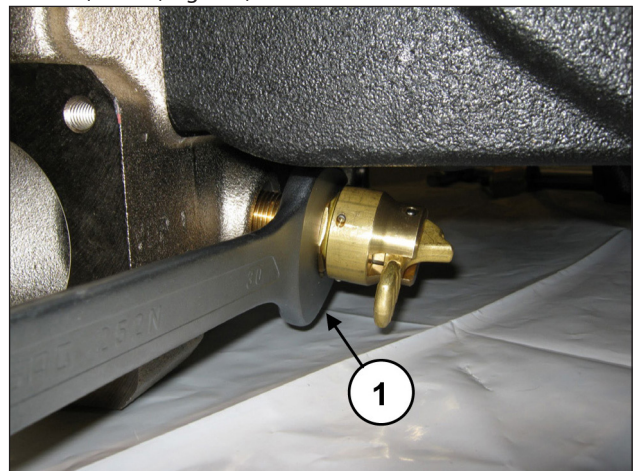

Fig. 139
Solte o dispositivo de abertura da válvula mediante chave de 30 mm (cód. ①, Fig. 139).